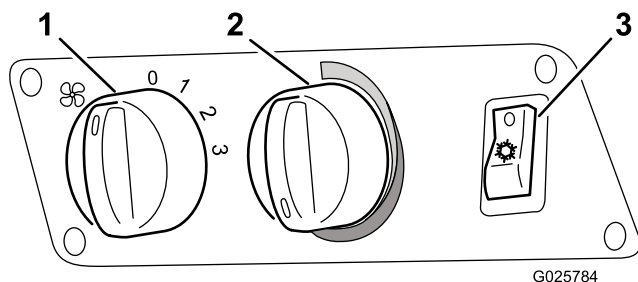

Figura 5
2. Accendete l'interruttore del soffiatore (Figura 5).
3. Accendete l'interruttore dell'aria condizionata (Figura 5).
4. Impostate il controller della temperatura (Figura 5) al massimo del FREDDO (completamente in senso antiorario).